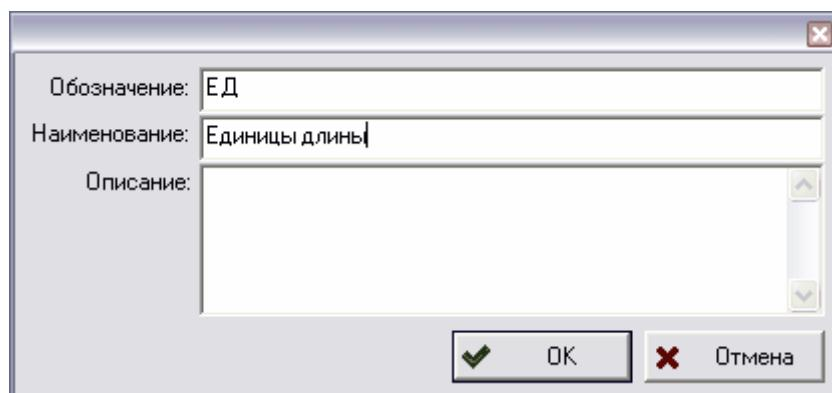

Рис. 66 Создание нового класса единиц измерения
2. В появившемся диалоговом окне введите параметры класса (обозначение, наименование, описание) и нажмите на кнопку **ОК** (Рис. 66).